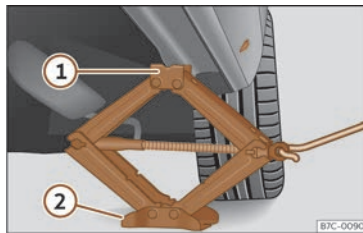

Fig. 202 Traveseiro: colocación do gato do vehículo.
- Xire a manivela do gato, situado debaixo do punto de apoio do traveseiro, para elevalo ata que a pestana ① >>> **fig. 202** quede situada baixo o aloxamento previsto.
- Aliñe o gato de modo que a pestana ① “agarre” no aloxamento previsto do traveseiro e a placa base móbil ② quede apoiada no chan. A placa base ② debe caer na vertical respecto ao punto de apoio ①.